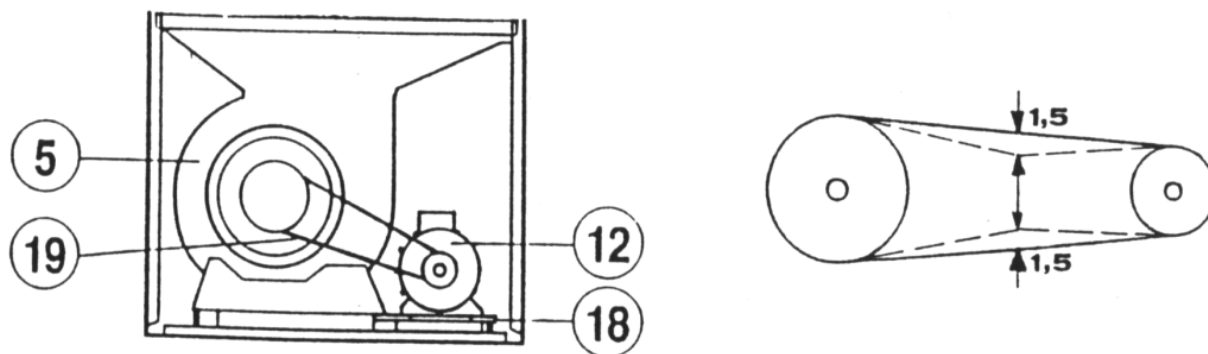

Рисунок 8 Компоненты воздушнонагревателя
- натяжение ремней: сжимая обеими руками, ремень должен прогибаться приблизительно на 2-3 см (см. Рисунок 8). Для регулировки натяжения ремня необходимо отвинтить и завинтить болт натяжного ролика, расположенный на салазках двигателя (18) Рисунок 8;